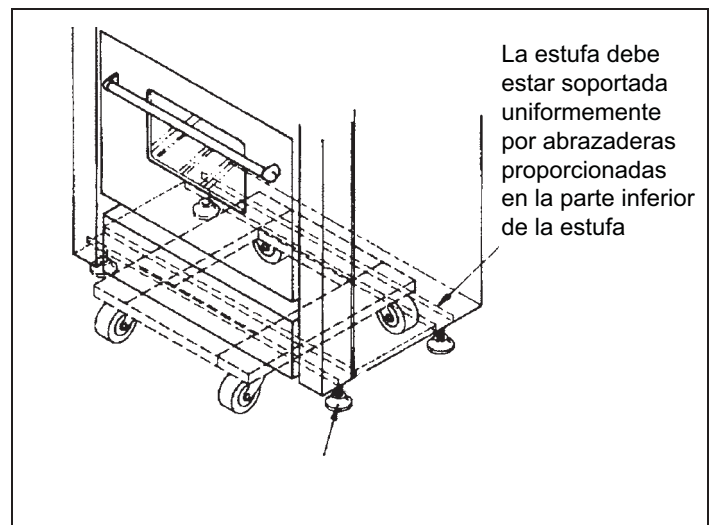

Figura 5: Colocar la carretilla
- Debido al peso se debe usar una carretilla con ruedas suaves para transportar esta unidad. El peso debe quedar soportado uniformemente sobre la parte inferior. (Vea Figura 5).
- Reemplace el panel para los pies. **Es importante que los dos (2) tornillos que fijan el panel de pies queden bien apretados para evitar el acceso accidental a las superficies calientes.**